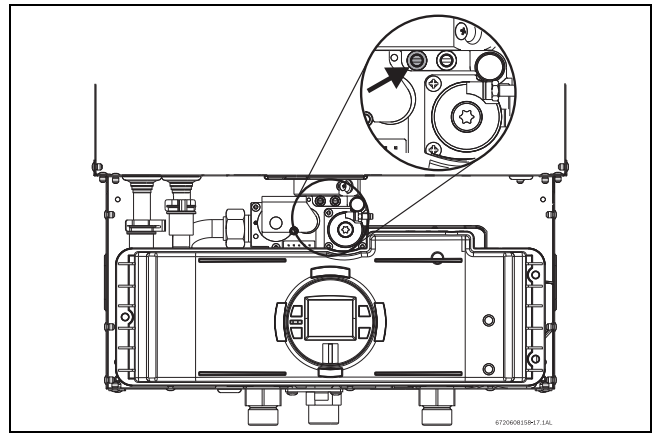

Fig. 41 Toma de medida de la presión del gas (llave de paso izquierda)
- ▶ Retirar la tapa delantera y localizar la toma de medida de presión del gas de entrada (ver fig. 41).